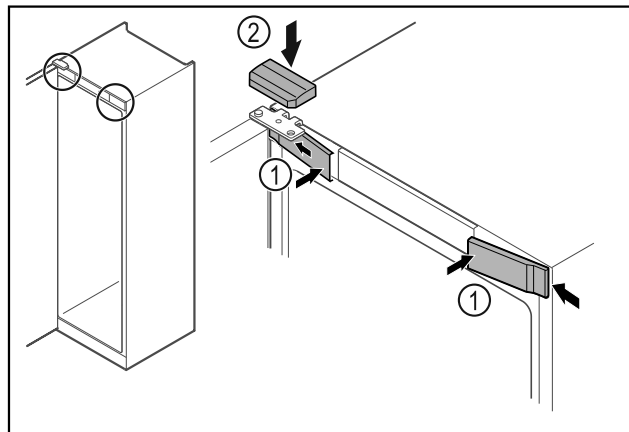

Fig. 49 *
- ▶ Haka fast skydden fram Fig. 49 (1) på sidan och sätt på dem.*
- ▶ Sätt på det övre skyddet Fig. 49 (2) uppifrån.*